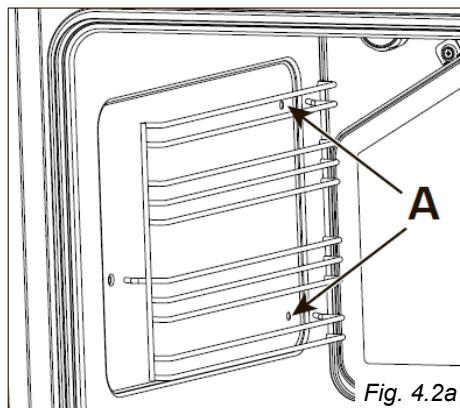

Fig. 4.2a
- Introduza as extremidades posteriores (guias) do suporte lateral nos orifícios "A" da parte posterior do forno (fig. 4.2a);
- Fixe os suportes laterais às paredes do forno (fig. 4.2a).
- Desmonte os suportes laterais (fig. 4.2a).